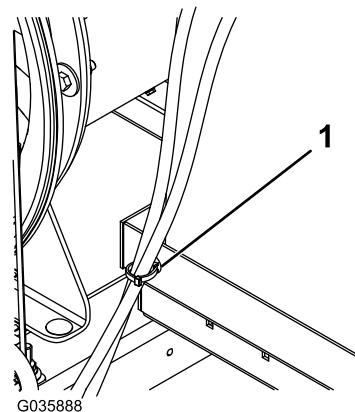

Bild 10
12. Rasten Sie den Kabelbinder an der Seite der Auflageplatte des Kraftstofftanks ein und befestigen Sie die beiden Kraftstoffleitungen daran (Bild 10)